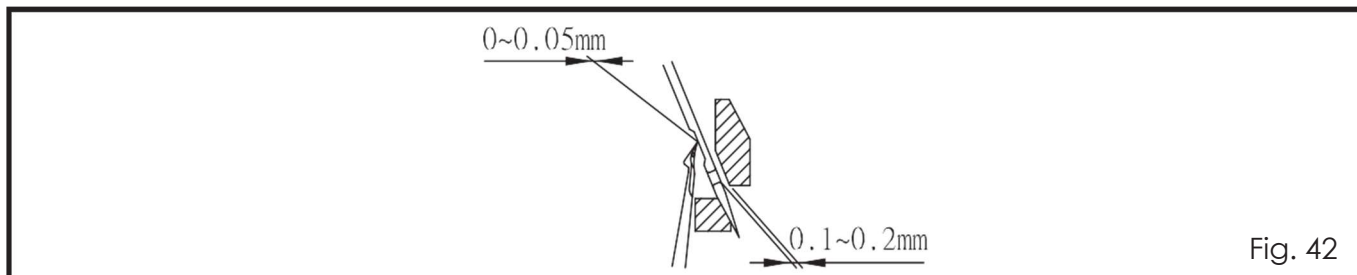

Fig. 42
- (1) Quando o looper inferior mover da esquerda para direita, para a linha central da agulha (quando o modelo da agulha é duplo, significa a agulha esquerda), o espaçamento da agulha para a proteção de agulha traseira é de 0 ~ 0.05 mm.
- (2) Quando o looper inferior mover-se da esquerda para direita, para a linha central da agulha e da proteção frontal da agulha é de 0.1 ~ 0.2 mm. (Fig.42)